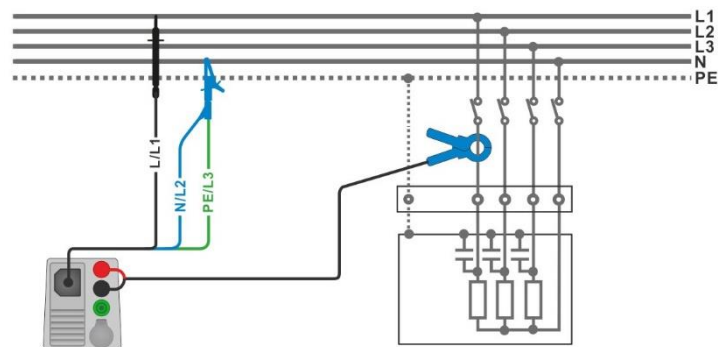

Abbildung 7.99: Leistungsmessung
- › Schließen Sie den 3-Leiter Prüfadapter und die Stromzange am Prüfling an (siehe **Abbildung 7.99**).